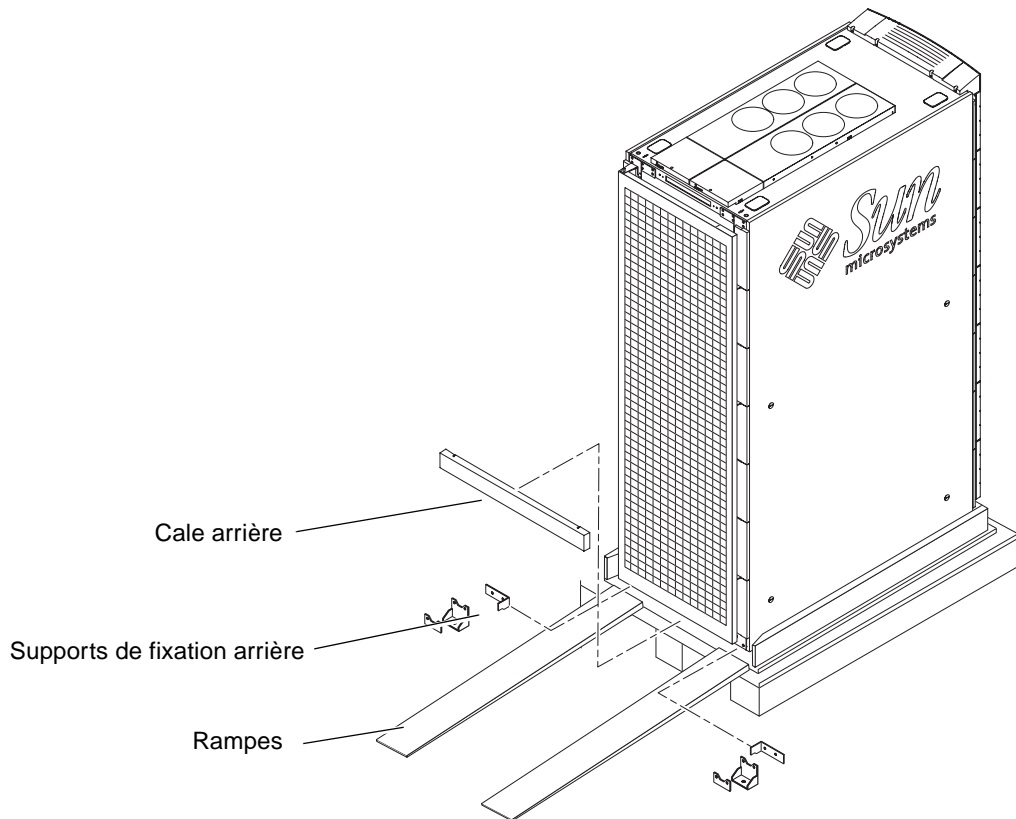

FIGURE 2-2 Retrait des supports de fixation arrière et de la cale arrière et positionnement des rampes
4. Retirez la cale arrière (FIGURE 2-2).